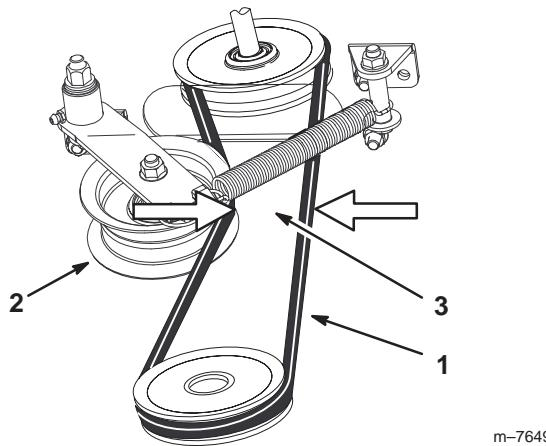

Bild 14
1. Messen Sie bei gespanntem Heckfangsystemriemen den Abstand (siehe Bild 14) an der Spannscheibe (Bild 14). Der Abstand sollte 44,5 bis 54 mm betragen. Wenn der Abstand nicht zwischen 44,5 und 54 mm liegt, machen Sie mit dem nächsten Schritt weiter.